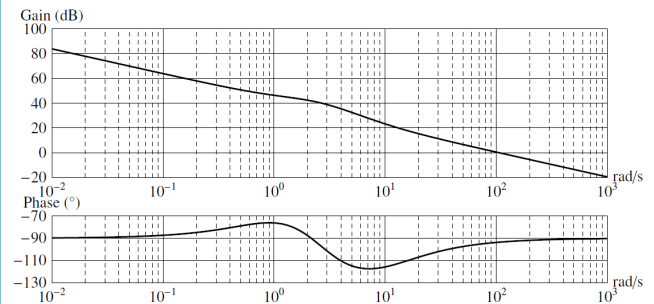
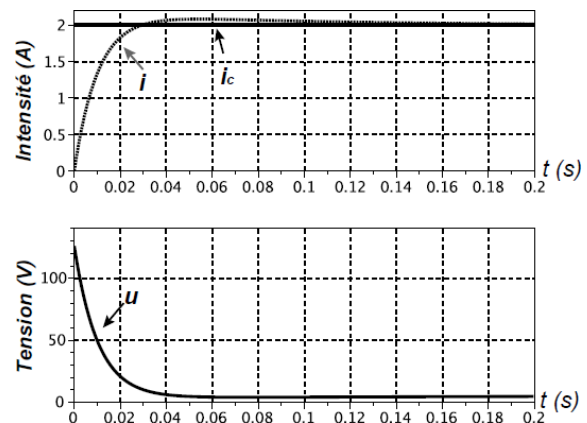
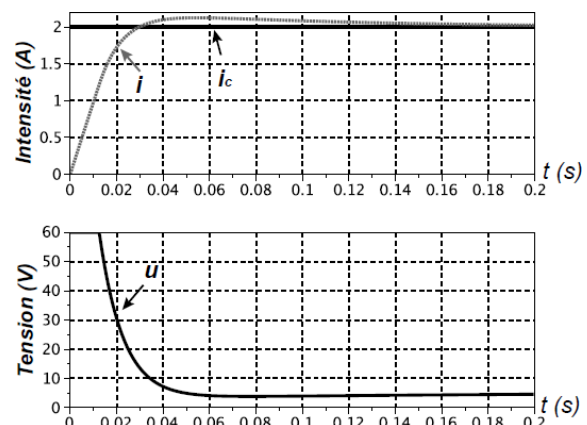

FIGURE 12 – Diagrammes de Bode en boucle ouverte avec réglage du correcteur PI effectué
FIGURE 13 – Réponses temporelles avec réglage du correcteur PI effectué
FIGURE 14 – Réponses temporelles du système finalement implanté
La Figure 14 représente le diagramme de Bode de la fonction de transfert en boucle ouverte du système modélisé Figure 13, avec  $b = \frac{5 \times 10^{-2}}{\pi} \text{ mm rad}^{-1}$
**Question 8** Préciser l'expression de la fonction de transfert en boucle ouverte de la figure 16 puis vérifier la cohérence du diagramme de Bode de la Figure 14 en analysant les « zéros de transmission ».
Une fois le correcteur réglé, on obtient les diagrammes de Bode en boucle ouverte (Figure 12) et les réponses temporelles (Figure 13), pour un échelon d'intensité  $i_c(t)$  de 2A.
Le correcteur reste inchangé. Afin de palier au problème identifié précédemment, on apporte une dernière évolution au sein du calculateur. Cela permet de respecter les exigences de l'asservissement. Figure 14 présente les réponses temporelles du système pour un échelon d'intensité  $i_c(t)$  de 2A.